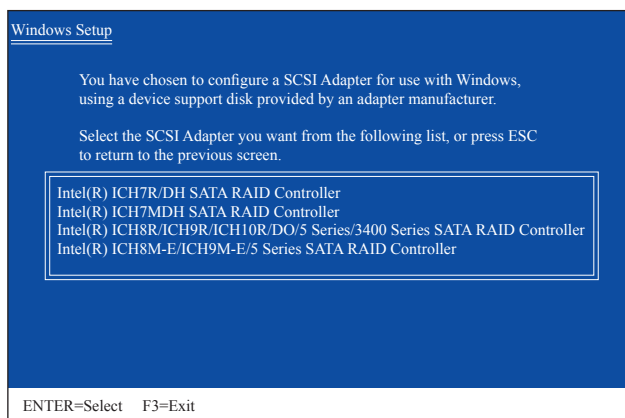

Figura 2
Insira o disquete contendo o driver SATA RAID/AHCI e pressione <S>. Então o menu do controlador similar à Figura 2 abaixo aparecerá. Selecione **Intel(R) ICH8R/ICH9R/ICH10R/DO/5 Series/3400 Series SATA RAID Controller** e pressione <Enter>.